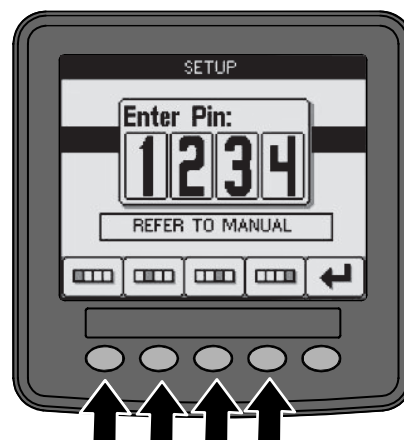

Bild 16
2. Drücken Sie die Tasten wie in Bild 16 dargestellt, um Ihren PIN-Code einzugeben.